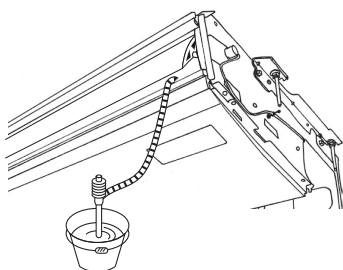

Fig. 5-3
2. Натягніть покриття ⑥, яке входить в комплект блока, на з'єднувальну муфту ⑤.
3. Прикріпіть зовнішню дренажну трубу (VP-20) з'єднувальної муфти ⑤ за допомогою полівінілхлоридного клею.
4. Обмотайте покриття ⑦, яке входить в комплект блока, навколо дренажної труби (слід обмотати стики стрічкою).
- В Покриття муфти ⑥
- Д З'єднувальна муфта ⑤
- Е Покриття дренажної труби ⑦
5. Перевірте належне функціонування дренажу. (Fig. 5-3).